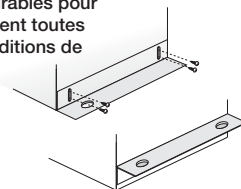

Figure 4 — Supports de fixation
2. Attacher les supports de fixation réglables à l'appareil, mais ne pas serrer les vis avant d'avoir déterminé la hauteur correcte, voir Figure 4.